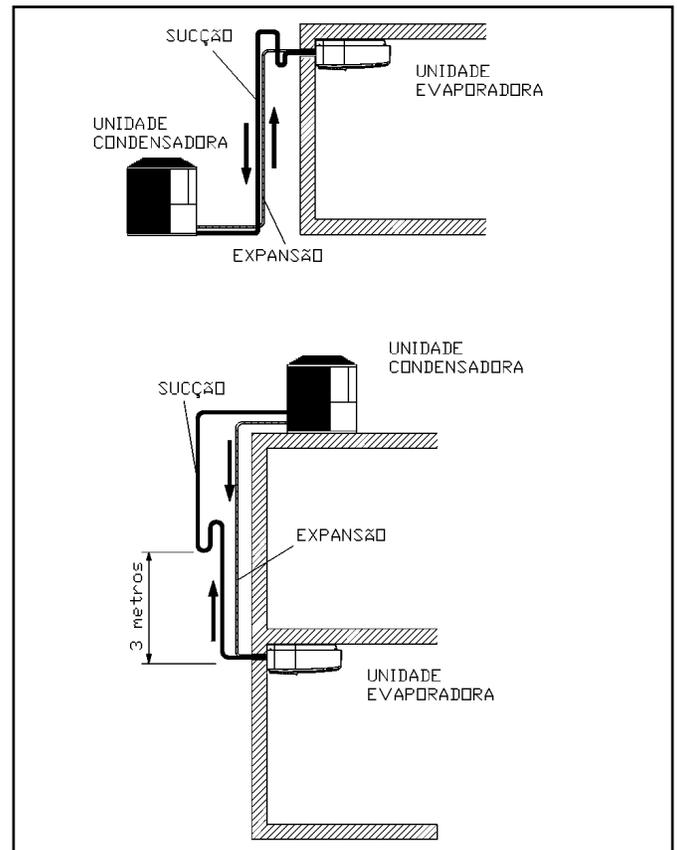

FIGURA 15
* No caso de haver desnível superior a 5m entre as unidades e estando a unidade evaporadora em nível inferior deve ser instalado na linha de sucção um sifão para 3m desnível (ver figura 15).
* Nas instalações em que estiverem a unidade evaporadora e a unidade condensadora no mesmo nível ou unidade evaporadora estiver em nível superior, deve ser instalado logo após a saída da unidade evaporadora, na linha de sucção, um sifão, seguido um "U" invertido, cujo nível superior do mesmo deve estar ao mesmo plano do ponto mais alto do evaporador. Convém também informar que deverá haver uma pequena inclinação na linha de sucção no sentido evaporadora-condensadora (ver figura 15).